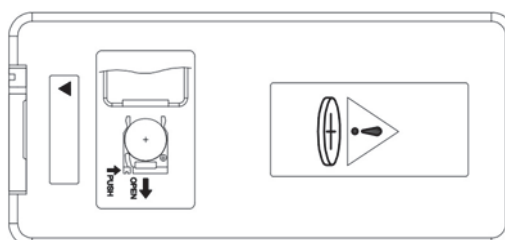

Figure 4
4. Insérez le support de la pile dans la télécommande, en veillant à ce qu'il se verrouille en position. (Figure 4)